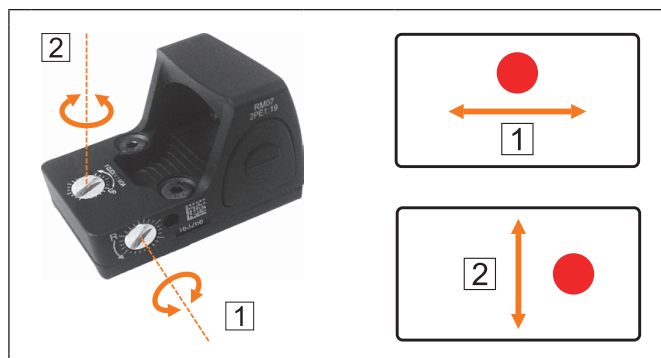

Fig. 18 : Viseur - réglage de la distance avec la vis de réglage
4. Ajustez le viseur à l'aide des vis de réglage (fig. 18).